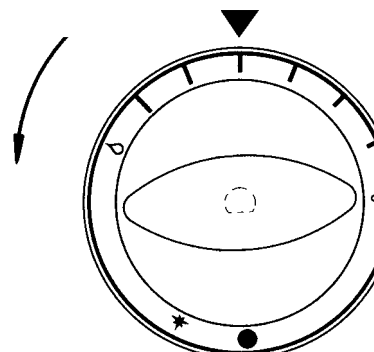

Fig. 3
verwijder het bedieningspaneel (12). Open de luchtregelingsring van de brander volledig (24) en vervang het spuitstuk (27). Schroef eventueel het verbindingsstuk van de gas slang los (13), draai de spuitstukhouder (17) los en vervang het spuitstuk (27). Hermonteer alles; plaats de luchtregelingsring van de brander (24) al naar de gassoort op de afstand ("A") die in de TABEL MET TECHNISCHE GEGEVENS staat (fig.3).
Draai de bedieningsknop nog verder om de gewenste temperatuur te kiezen (fig. 3).